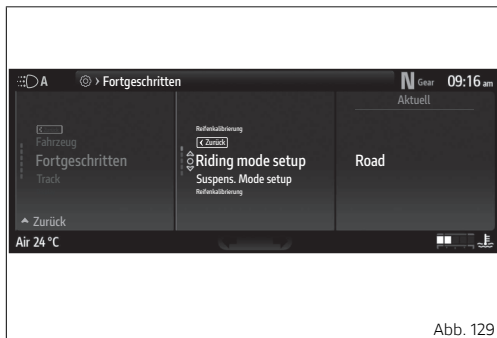

Abb. 129
- Die Angabe „Riding Mode setup“ (Abb. 129 S.163) markieren, dann die Taste ○ drücken.